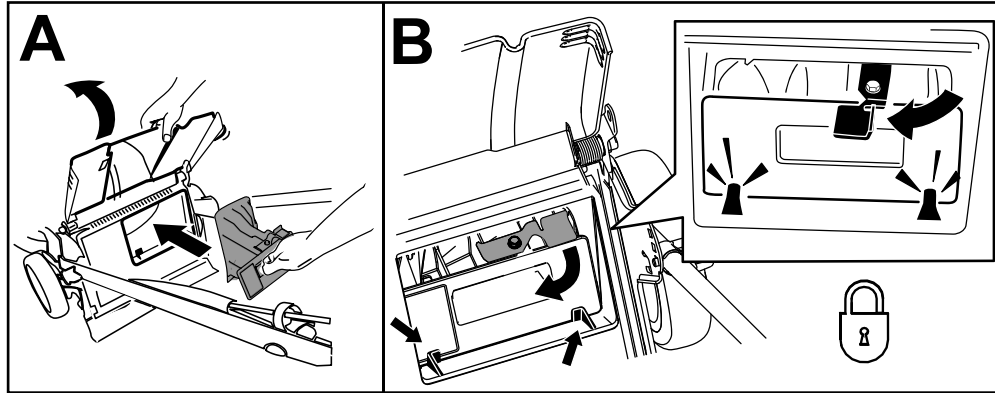

Figura 15
**Importante:** Asegúrese de que el tapón trasero está bloqueado en su sitio. Para bloquear el tapón, levante la puerta trasera, introduzca el tapón y presione firmemente hasta que encaje detrás de las pestañas (Figura 15, A), y gire la palanca del tapón a la izquierda (Figura 15, B).